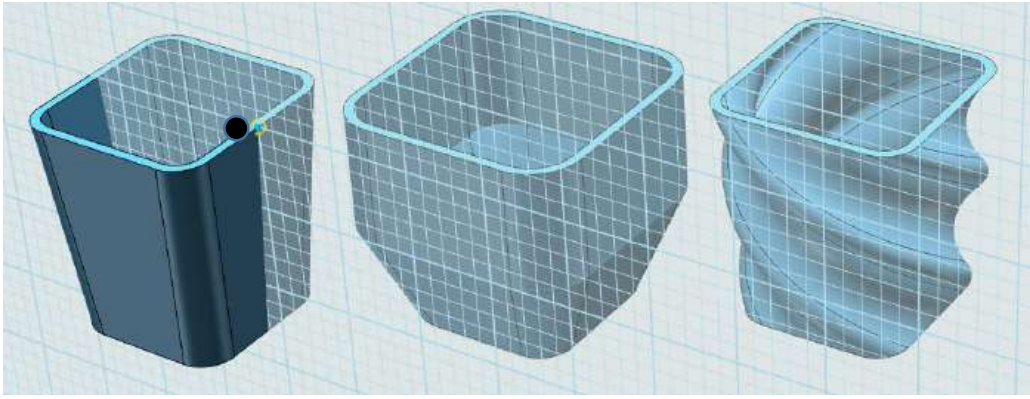

图 2-1
Step 1 选择通过点绘制曲线命令，绘制平面选择如下图 2-1 所示：（鼠标移动到如图点位置即可捕捉）